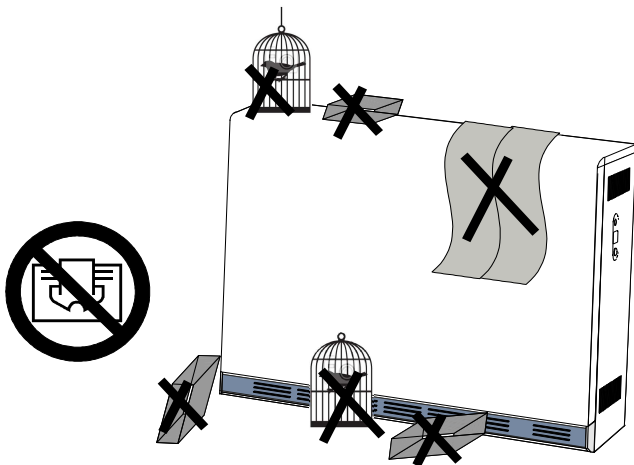

Abb. 1: Warnaufkleber am Gerät
- Gerät nicht abdecken! (Abb.1)